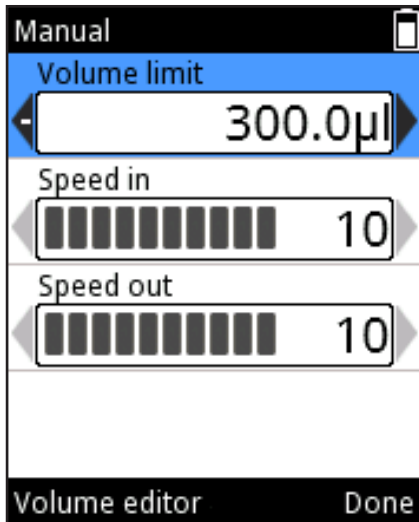

Abb. D36.
2. Ändern Sie den Volumengrenzwert (**Volume Limit**)  /  oder im **Volumeneditor** (siehe Abschnitt D.1.2). Dieser Grenzwert bezeichnet die maximal absaugbare Flüssigkeitsmenge. Er kann beliebig innerhalb des Kapazitätsbereichs der Pipette gewählt werden (Abb. D36).